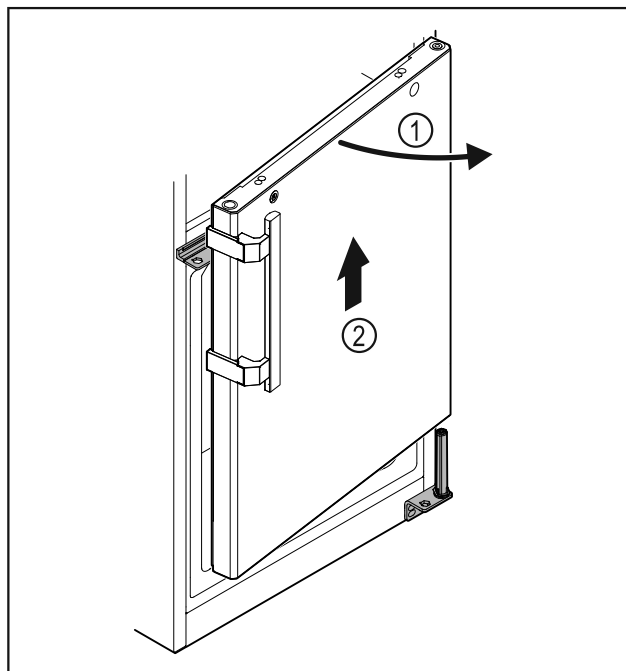

Fig. 24
- Aprire di poco la porta Fig. 24 (1), sollevarla di ca. 200 mm verso l'alto in senso orizzontale e rimuoverla Fig. 24 (2).